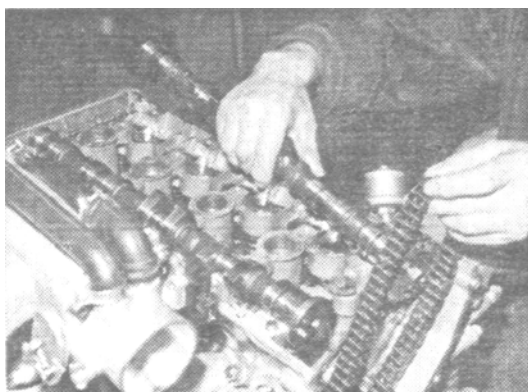

Рисунок 24 – Снятие распределительных валов
- снять цепь со звездочки выпускного распределительного вала и вынуть распределительные валы (рисунок 24);